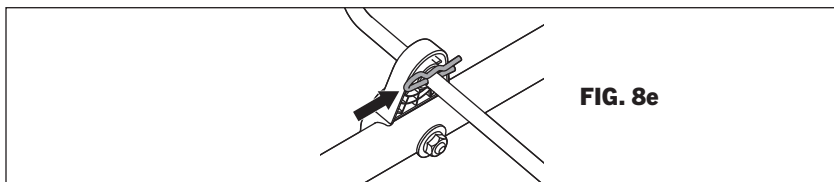

FIG. 8e
6. Insérez la goupille en épingle à cheveux dans le trou de l'arbre jusqu'à ce qu'elle s'enclenche, comme illustré à la (Fig. 8e).